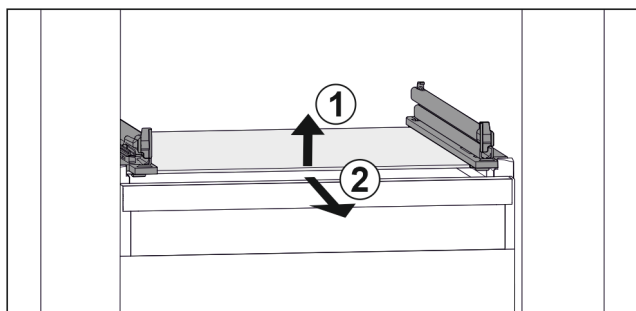

Fig. 121 Příklad znázornění skleněné desky
- ▶ Nadzvedněte skleněnou desku vpředu. Fig. 121 (1)
- ▶ Vyjměte skleněnou desku dopředu. Fig. 121 (2)